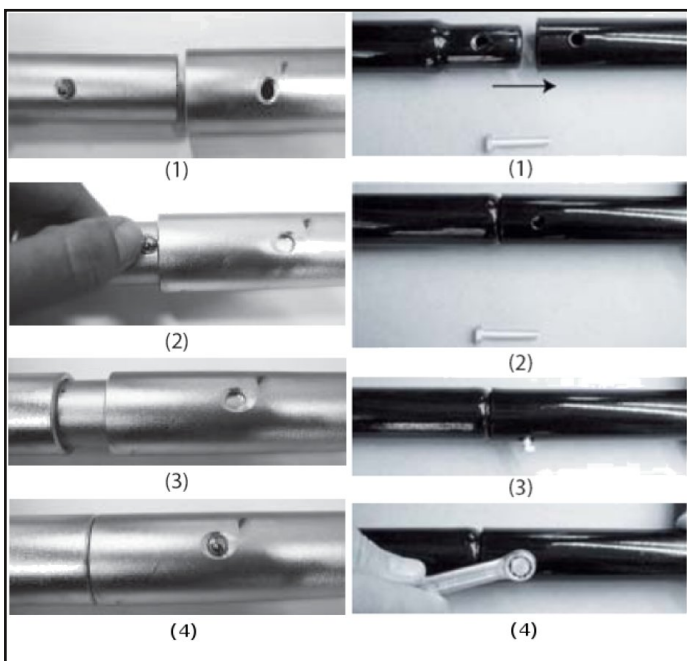

Fig. 03
3. Lösen Sie zuerst die an der unteren Hebelstange seitlich angebrachte Sechskantschraube SW10 (Fig.03(1)) und fügen die obere und untere Hebelstange ineinander und sichern sie die Verbindung mit der Sechskantschraube (Fig.03(2/3/4)).